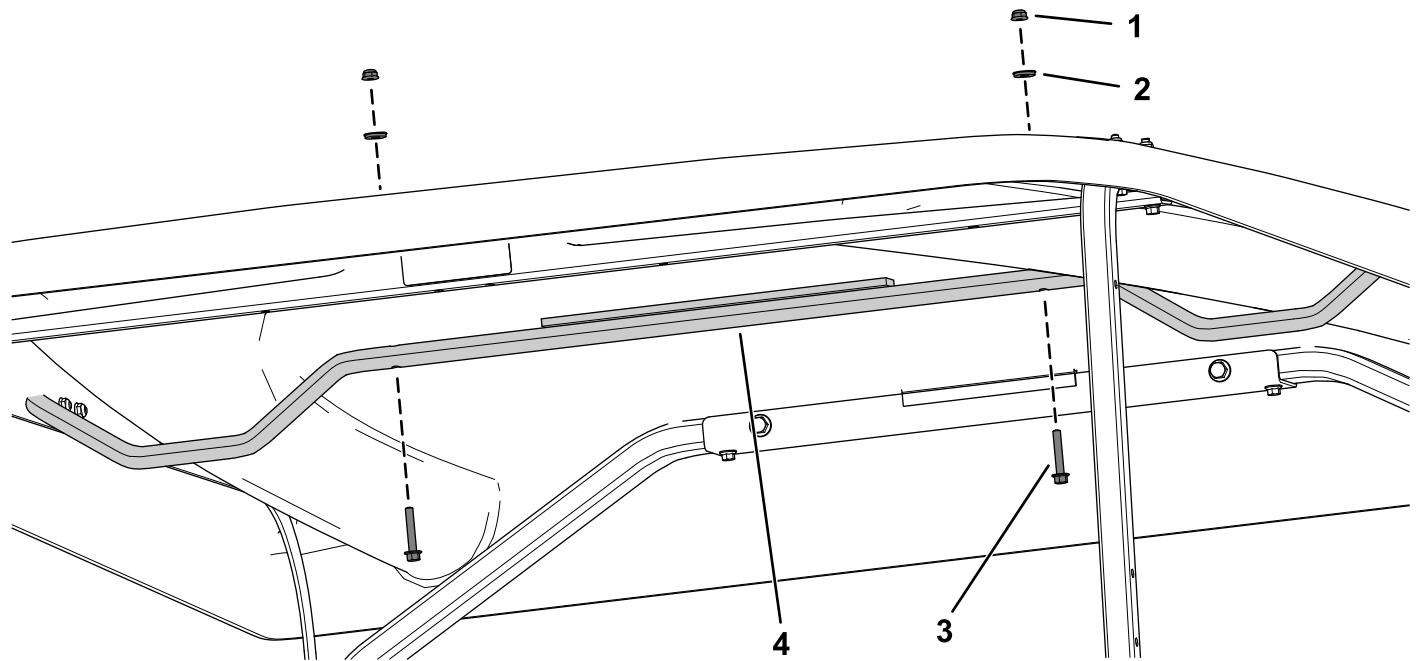

Bild 20
4. Befestigen Sie das Sonnendach-Stützrohr mit zwei Bundkopfschrauben ($\frac{1}{4}$ " x $1\frac{1}{2}"), zwei Dichtscheiben und zwei Sicherungsmuttern ($\frac{1}{4}$ ") am Sonnendach, wie in Bild 20 dargestellt.$